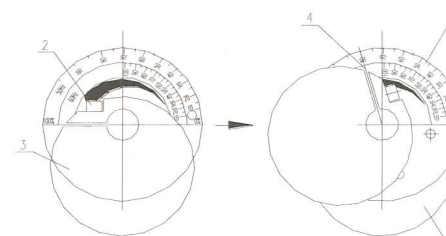

Рис. 8 Регулировка силы вибрации с круглым дебалансом
4. Регулировка центробежной силы круговой массы стандартного вибратора (см. рис. 8).
4.3 Установите исходную максимальную центробежную силу как Fc. При совпадении центральной линии щели массы с линией шкалы "80%" кругового индикатора массы 50 Гц настроенная центробежная сила равна Fcx80% от 50 Гц, как показано на рис. 8.